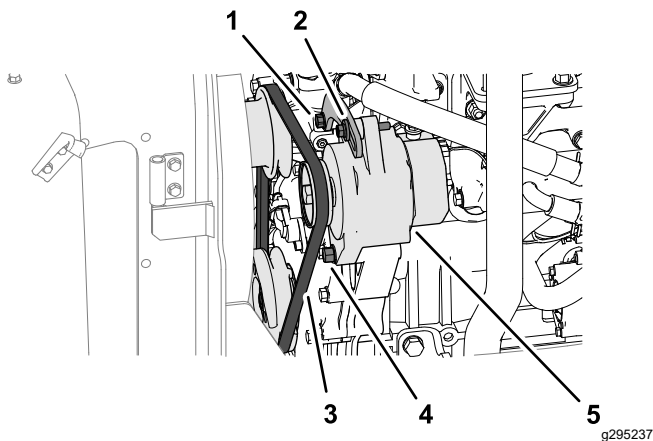

Figura 69
1. Applicate una forza di 10 kg sulla cinghia dell'alternatore (Figura 69), al centro tra le pulegge.
- Se l'inflessione della cinghia è minore di 10 mm, allentate il bullone orientabile dell'alternatore e il bullone della tensione (Figura 69), e riducete la tensione della cinghia.
- Se l'inflessione della cinghia è maggiore di 10 mm, allentate il bullone orientabile dell'alternatore e il bullone della tensione (Figura 69), e aumentate la tensione della cinghia.
**Nota:** Se necessario, allentate il bullone della staffa della tensione (Figura 69).
3. Serrate i bulloni (Figura 69).